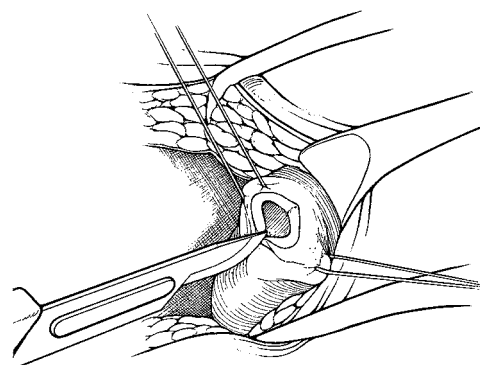

Figura 4-4. Esecuzione della corporotomia
6. Operare un'incisione in uno dei corpi cavernosi (**Figura 4-4**).